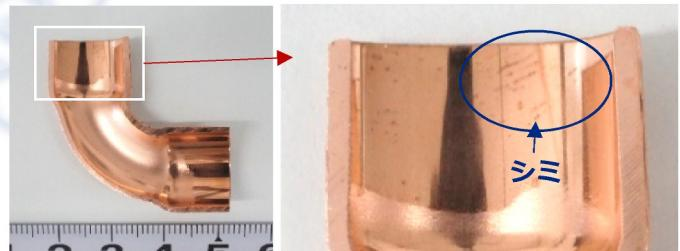

Fig.1 銅パイプ内面外観
■ 製品の**外観不良**はいくら性能を満たしていても印象は良くありません。一見逃しがちな小さなシミも、大きな欠陥を導く可能性があるため、分析が必要になります。本稿では銅パイプの端部内面に見られた**シミ**について分析を行いました (Fig.1)。